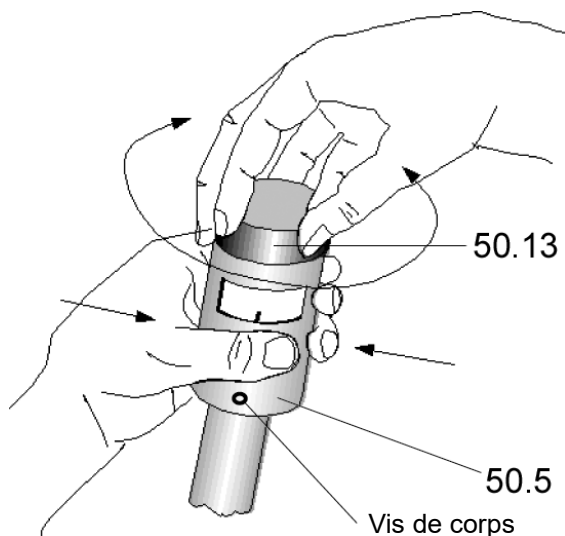

Fig.3:
Pour ce faire, retirer la bouton noir en tirant dessus (pos. 50.13, Fig.3) et le replacer après le réglage.